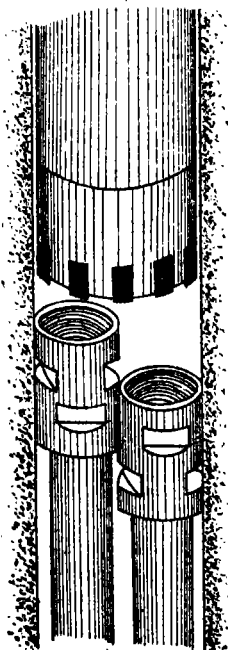

图2
2. 筒状切铁钻头(图2) 用普通合金钻头制成，直径75毫米可镶嵌6~8块合金，每增加一级直径多镶2块合金。筒状切铁钻头用于切灭导正切铁钻头所不能完全切灭的接近孔底的那一截残留岩心管和钻头，也可用来切扫孔内钻杆事故中插挤在一起的锁接头(如图)。